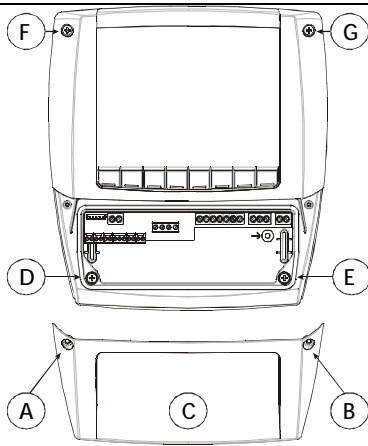

FIG. 1
1. Csavarozza ki a 4 elülső csavart (Fig. 1, A, B, F, G) és távolítsa el a burkolatot (Fig. 1, C).
2. Csavarozza ki a 2 csavart (Fig. 1, D, E), amelyek a készülék elülső és alsó részét rögzítik, és szedje szét a két részt.
7. A 4 csavar segítségével helyezze vissza a készülék elülső részét. Fig. 1, D, E, F, G. (ne fejtsen ki túl nagy nyomást, nehogy a műanyag deformálódjon).
2. Csavarozza ki a 4 elülső csavart (Fig. 1, A, B, F, G) és távolítsa el a burkolatot (Fig. 1, C).
3. Csavarozza ki a 2 csavart (Fig. 1, D, E), amelyek a készülék elülső és alsó részét rögzítik, és szedje szét a két részt.
7. A 4 csavar segítségével helyezze vissza a készülék elülső részét. (méretek: 4x35 mm), Fig. 1, A, B, D, E. Maximális panel vastagság: 6mm.